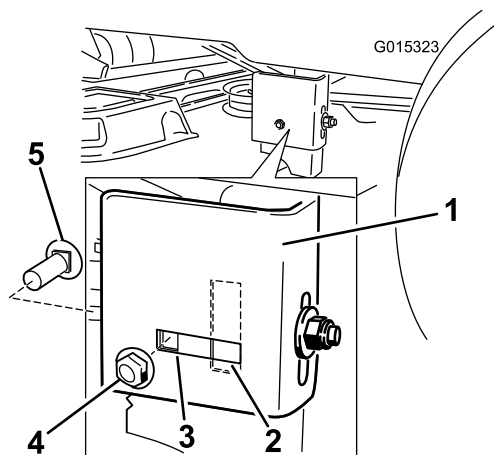

Figura 50
7. Vaya al lado izquierdo de la máquina. Compruebe si el perno de cuello cuadrado lateral está en la posición fija o ranurada (Figura 50).
8. Si el perno de cuello cuadrado lateral está en la posición fija, retire el perno de cuello cuadrado lateral y la tuerca de bloqueo lateral de la posición fija, e instálelos en la posición de ajuste ranurada (Figura 50).